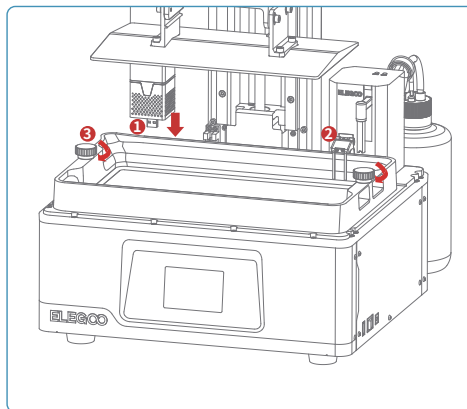

Abbildung 13
Stecken Sie den USB-Luftreiniger in den linken USB-Anschluss (siehe Abb. 13, ①). Setzen Sie die Harzwanne so ein, dass ihr Innenrand die Andruckplatte der Sonde nach unten drückt, bis sich die Sonde in der Wanne befindet (②), und ziehen Sie die Rändelschrauben auf beiden Seiten fest (③). Füllen Sie dann langsam Harz in die Wanne (nicht über die MAX-Markierung), schließen Sie die Haube, stecken Sie den USB-Stick in den Drucker und wählen Sie das bereits gesliete Testmodell zum Drucken aus.